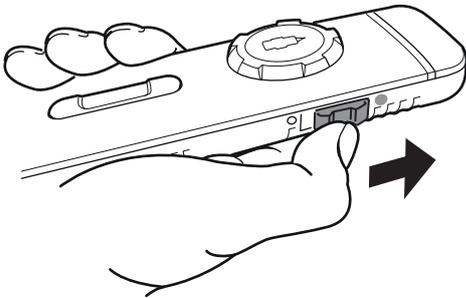

Abb. 12
- ▶ Seitlichen Schiebeschalter nach oben schieben (Abb. 12).